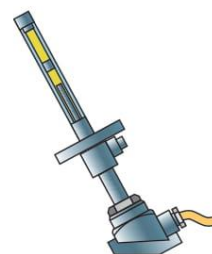

Рис. 3
6. На залежності опору металів від температури ґрунтується дія *термометрів опору* — *термоперетворювачів* (рис. 3). Дізнайтесь, як побудовані такі термометри, де їх застосовують, які метали використовують для виготовлення їхнього термометричного тіла.